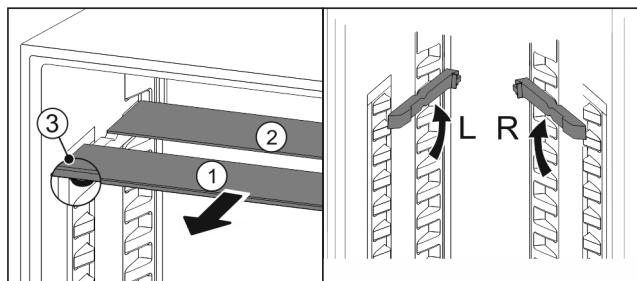

Fig. 99
- ▶ 将玻璃隔板逐个向前拉出 Fig. 99 (1)。
- ▶ 带装饰条的玻璃隔板 Fig. 99 (1) 在前。
- ▶ 阻挡装置 Fig. 99 (3) 指向下方。